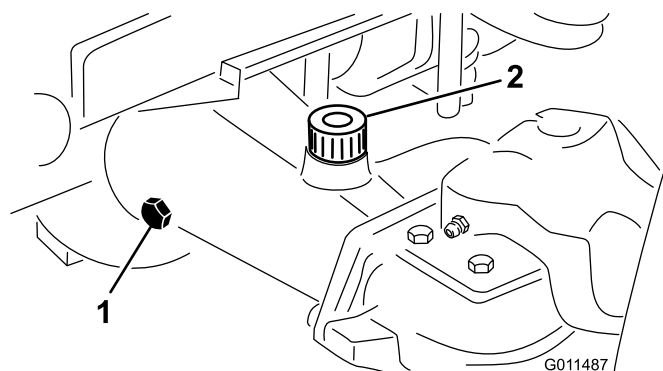

Figure 64
2. Enlevez un bouchon de contrôle à une extrémité du pont et vérifiez que le lubrifiant atteint la base de l'orifice (Figure 64).